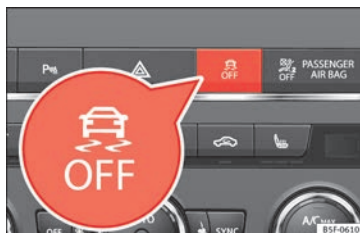

Fig. 188 Console centrale : Touche d'Activation/de désactivation de l'ESC et de l'ASR
- Appuyer sur la touche  » fig. 188 pendant environ 1 seconde permet de désactiver la fonction ASR.
- Appuyer sur la touche  » fig. 188 pendant environ plus de 3 secondes permet de désactiver le programme électronique de stabilité (ESC), y compris la fonction ASR.
- La fonction ASR et l'ESC sont réactivées en appuyant sur la touche  » fig. 188.